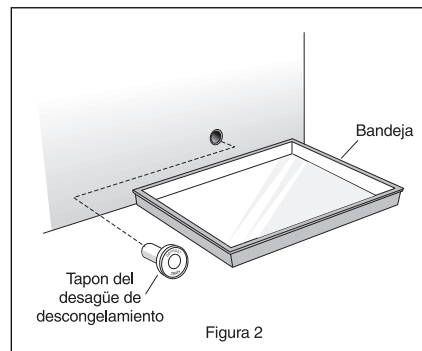
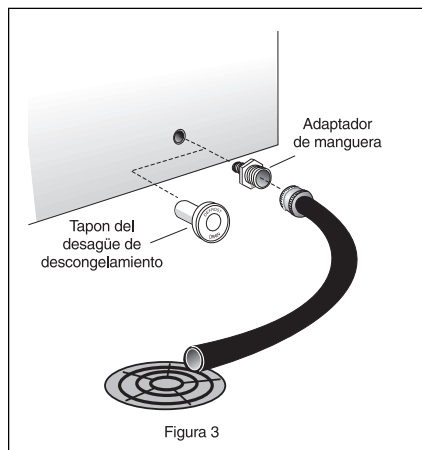
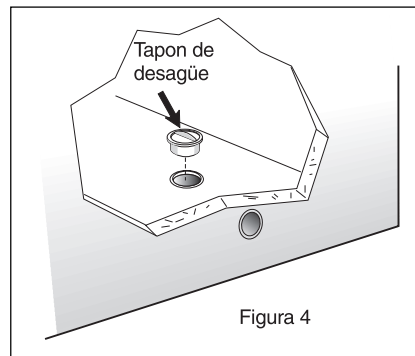

Figura 2
Figura 3
Figura 4
4. En la parte superior del gabinete, levante la tapa de plástico de la bisagra y dóblela hacia atrás. (Figura 2)
- **En los modelos horizontales** equipados con desagüe de descongelación coloque una bandeja o la bandeja divisora/ de desagüe (suministrada con algunos modelos) debajo de la salida del desagüe (Figura 2). Un adaptador de manguera de jardín de media pulgada puede ser usado para desaguar el congelador directamente al desagüe del piso (Figura 3). Saque la tapa que se encuentra dentro del congelador y saque el tapón exterior de desagüe de congelación (Figura 4).